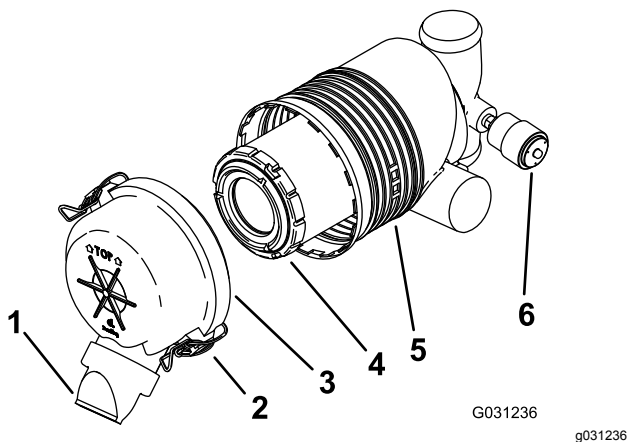

Figura 41
Importante: Sostituite il filtro dell'aria solo quando la spia di servizio è rossa (**Figura 41**). Sostituendo il filtro dell'aria prima del necessario si aumenta il rischio che la morchia entri nel motore quando si toglie il filtro.
5. Rilasciate i dispositivi di fermo del filtro dell'aria e togliete il coperchio dal corpo del filtro (**Figura 41**).
- Se l'indicatore di servizio è pulito, montate la copertura del filtro dell'aria con il coperchietto antipolvere orientato verso il basso e fissate i fermi (Figura 41).
1. Estraete con cautela il filtro dal corpo del filtro dell'aria (Figura 41).
3. Montate il filtro con attenzione (Figura 41).
4. Montate la copertura del filtro dell'aria con il coperchietto antipolvere orientato verso il basso e fissate i fermi (Figura 41).